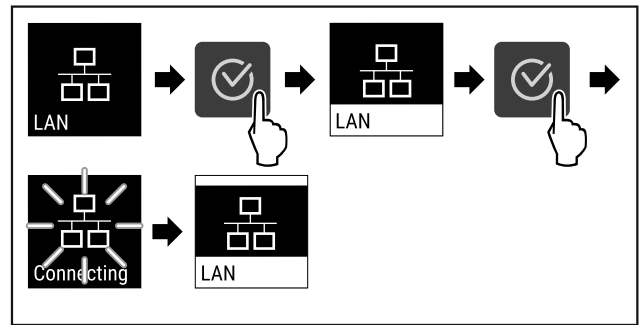

Fig. 81
- ▶ Εκτελέστε τα βήματα ενεργειών (βλέπε Fig. 81).